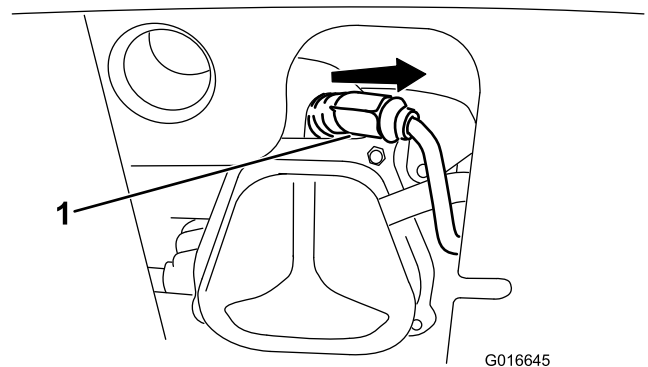

Figure 54
1. Enlevez le capuchon (Figure 54).